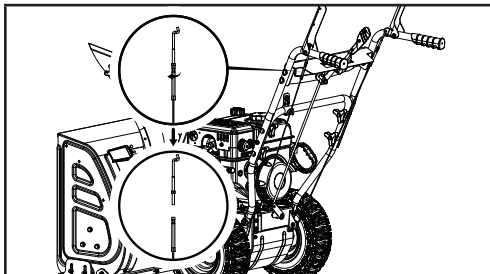

Figure 42
4. Dévissez le boulon de la fil de commande de la tarière (figure 42).